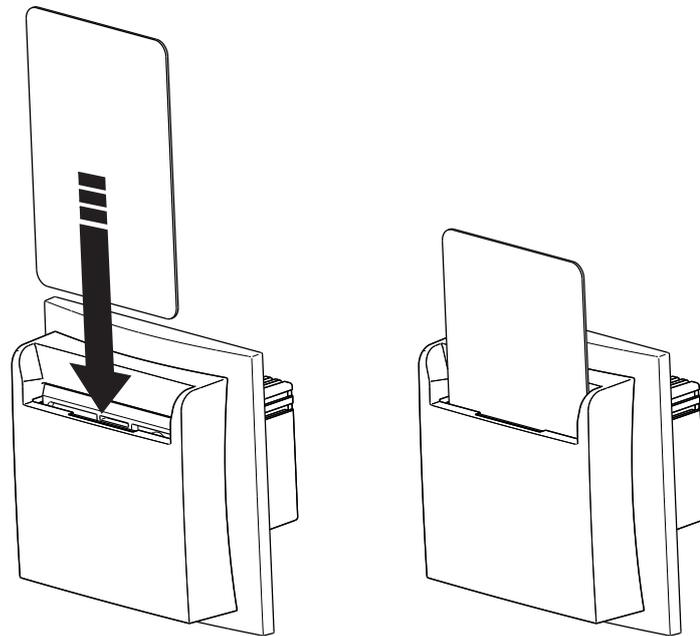

Figura 2
- Inserire l'Hotel Card nell'alloggiamento (figura 2).